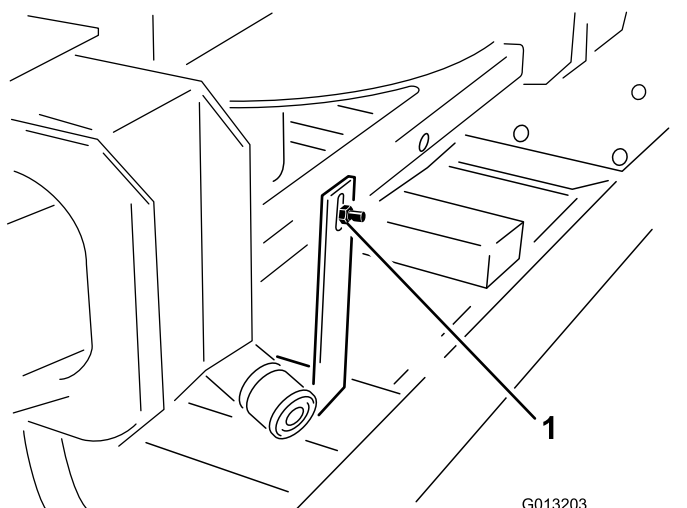

图3
2. 从双甩盘的后面卸下将机器提升装置运输支架连接到双甩盘上的螺栓和螺母 图3。